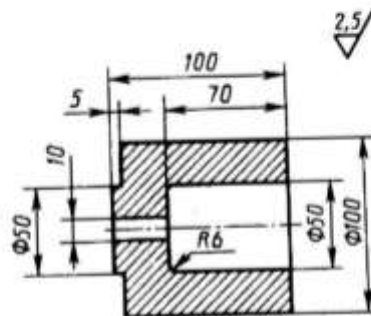

Рис. 29
2. Разработайте процесс изготовления поковки детали (рис. 29) методом горячей объемной штамповки на кривошипном горячештамповочном прессе. При выполнении работы: описать сущность процесса горячей объемной штамповки и указать области ее применения; привести схему прессы и описать его работу; установить температурный интервал штамповки и способ нагрева заготовки; составить чертеж поковки и определить ее массу; с учетом технологических отходов определить объем, массу и длину исходной заготовки; выбрать переходы штамповки и привести эскиз инструмента; перечислить все операции технологического процесса изготовления поковки, выполняемые в кузнечном цехе; описать механизацию технологического процесса штамповки. Материал детали – сталь 40Х.